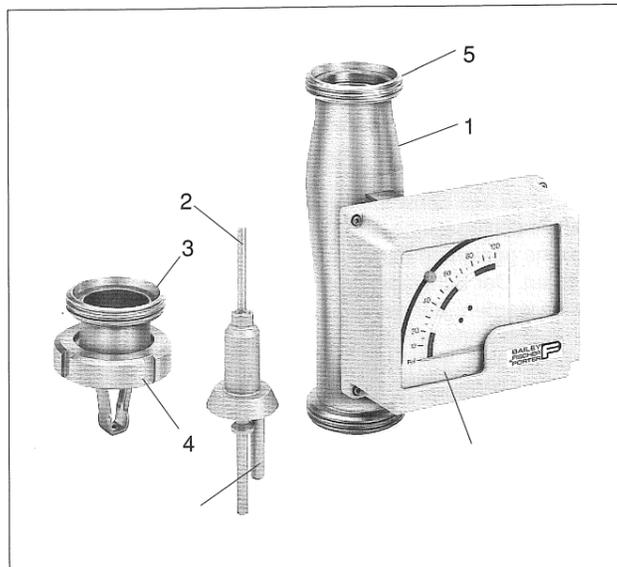

Abb. 4 Bauteile eines Schwebekörper-Durchflußmessers in Nahrungsmittelausführung.
Als Hilfe dient Abb. 4. Gewindestutzen (3) durch Lösen der Nutüberwurfmutter (4) vom Meßkonus (1) entfernen. Schwebekörper (2) herausnehmen. Ablagerungen am Schwebekörper oder am Meßkonus sind mechanisch vorsichtig zu entfernen. Bei beschädigter Meßkante des Schwebekörpers erfüllt das Gerät nicht mehr die angegebene Genauigkeit. Meßkante des Schwebekörpers (2) und Dichtring (5) überprüfen (Dichtring ggf. ersetzen). In umgekehrter Reihenfolge wieder zusammenbauen. Beim Einbau des Schwebekörpers (2) darauf achten, daß der extern angebrachte Magnet (7) zum seitlich angebrachten Magnetfolgesystem des Anzeigers (6) gerichtet ist.
Bitte geben Sie bei eventuell erforderlicher Ersatzteilbestellung stets die Geräte-Nr. an. Die Geräte-Nr. finden Sie auf dem Typenschild (Abb. 5), welches auf der Rückseite des Anzeigergehäuses angebracht ist (Abb. 4).